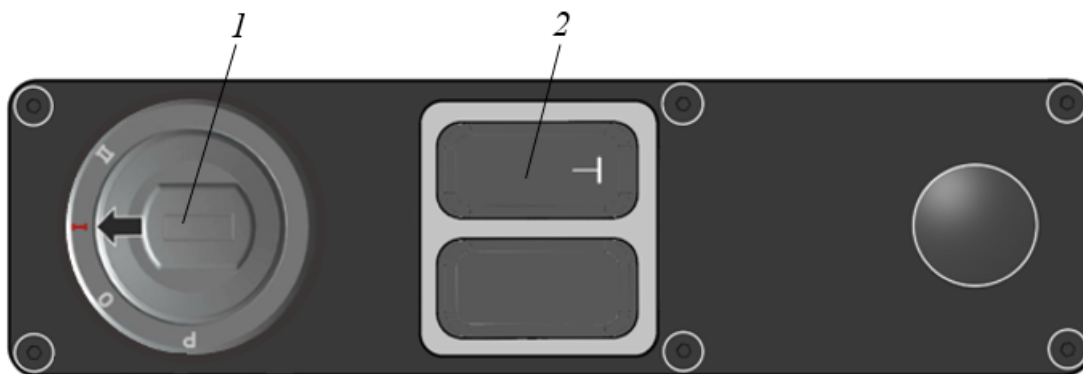

Рисунок 5.34. Органы управления правой тумбы
- ▶ Включить массу клавишей 2, рис. 5.34;